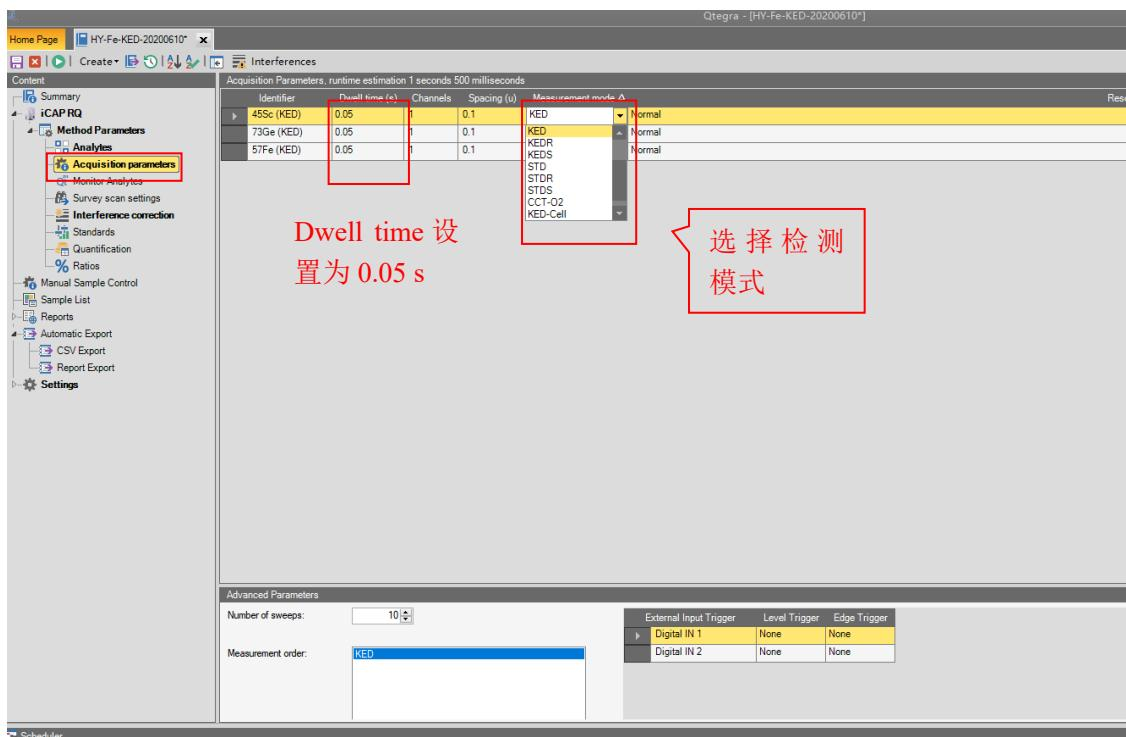

图6-7 Acquisition parameters设置
b) Acquisition parameters: 如图6-7所示设置信号采集参数, Dwell times设置为0.05 s, Measurement mode下拉栏中选择检测模式。注意: 此处选择的检测模式应该与Instrument Control中保持一致。